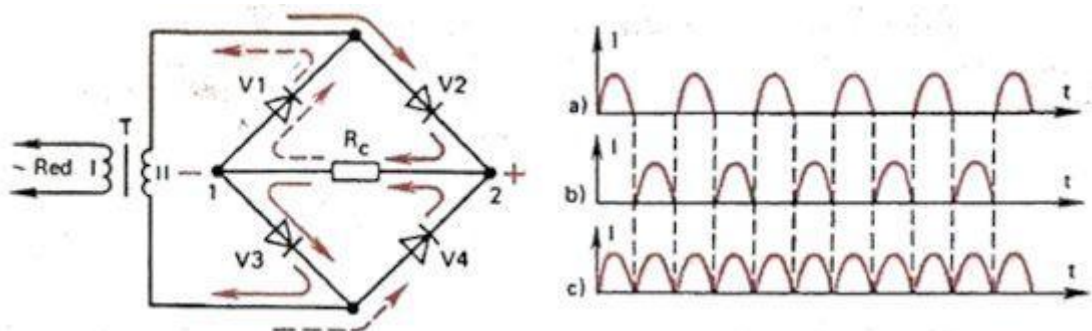

Figura 73. Rectificador de onda completa con transformador de red
Estos dos defectos se eliminan en el rectificador con transformador (Figura 73). En este caso no se rectifica la corriente de la red, sino la del arrollamiento secundario (II) del transformador de red T. Como este arrollamiento está aislado del primario, de red, I, el receptor no tiene contacto con la red y puede ponerse a tierra.
El rectificador de la Figura 73 tiene cuatro diodos conectados según el llamado circuito en puente. Los diodos son los brazos del puente de